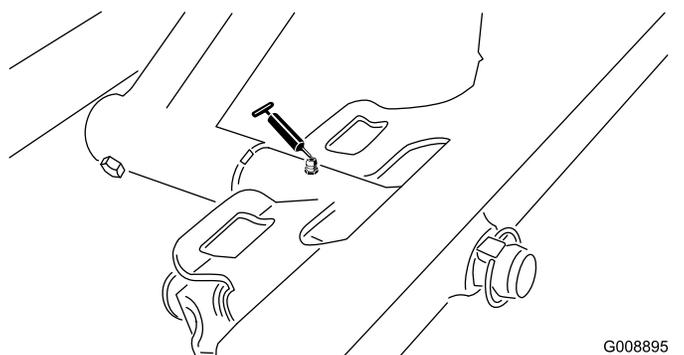

Figure 57
- Pivot d'unité de coupe avant (Figure 57)